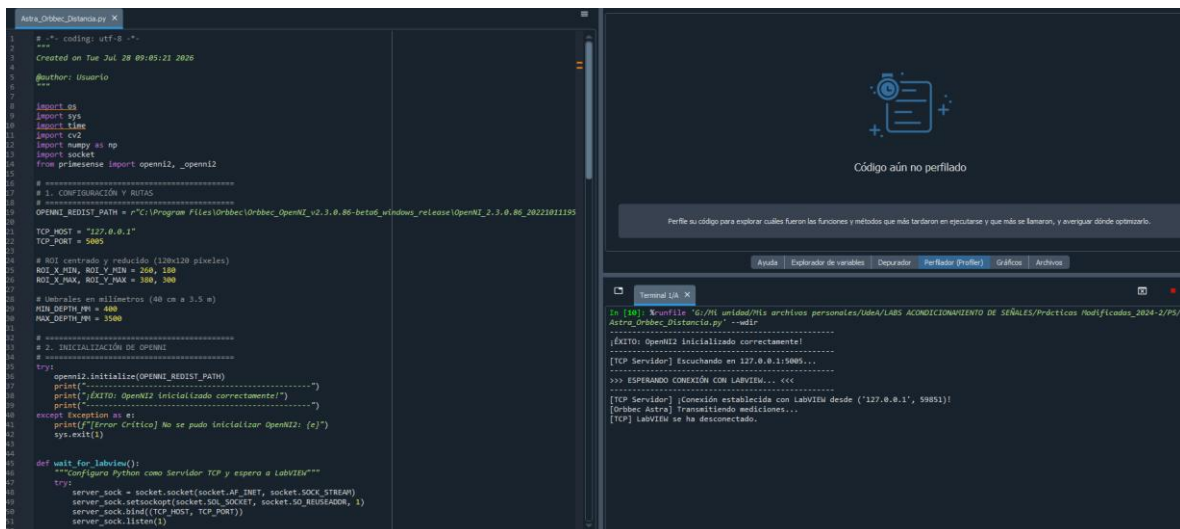

Figura 5.18. Consola de *Spyder* ejecutando el script de *Python*, *Esperando conexión con LabVIEW*
14. Copie el código `.py` suministrado (ver Anexo) para esta práctica y péguelo en el espacio de trabajo de Spyder (ver figura 5.18), se **debe modificar obligatoriamente** en el script de Python la variable de la ruta inicial: